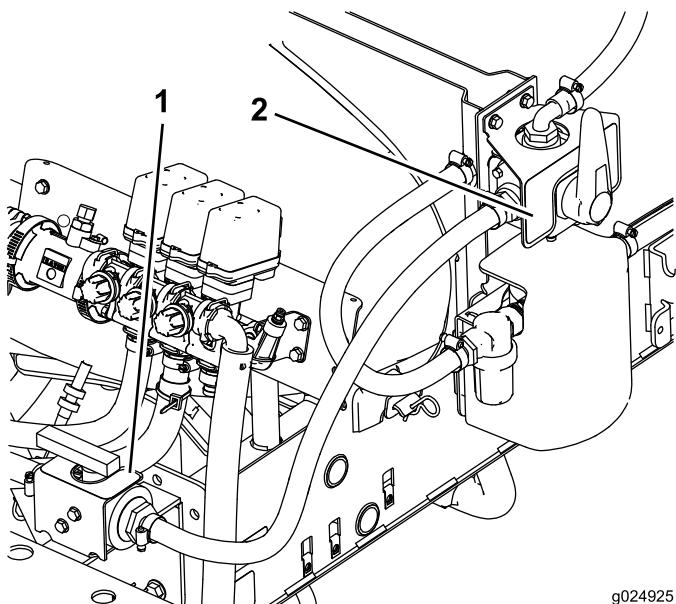

Figura 33
1. Localice y límpie a fondo la zona donde se aplicarán las dos pegatinas (Figura 33).
2. Separe la pegatina del papel protector y coloque las pegatinas en la máquina (Figura 33).